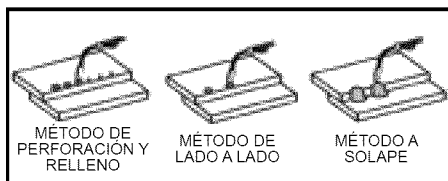

Fig. 16
- **MÉTODO DE LADO A LADO:** suelda juntas dos piezas de metal superpuestas quemando a través de la pieza de arriba y pasando a la pieza de abajo. Con este método, los diámetros de alambre mayores tienden a dar mejores resultados que los diámetros más pequeños. El alambre que tiende a dar mejor resultado con el método de lado a lado es el alambre con núcleo de fundente autoprotegido de 0.035 pulgadas. No utilice alambre con núcleo de fundente autoprotegido de 0.030 pulgadas cuando utilice el método de lado a lado, a menos que el metal sea MUY delgado o sea aceptable una acumulación excesiva de metal de relleno y una penetración mínima. Seleccione siempre el ajuste de calor ALTO con este método, y sincronice la velocidad del alambre antes de realizar una soldadura por puntos. (Fig.16)
- **MÉTODO DE PERFORACIÓN Y RELLENO:** de los tres métodos de soldadura por puntos, es el que produce soldaduras con aspecto más acabado. En este método, se perfora un orificio en el metal de arriba y el arco de dirige por el orificio para que penetre en la pieza de abajo. Se deja que el baño de fusión penetre en el orificio, produciendo una soldadura por puntos uniforme y al ras de la superficie de la pieza superior. Seleccione el diámetro del alambre y el ajuste de calor, y sincronice la velocidad del alambre como si estuviera soldando material del mismo espesor con un cordón continuo. (Fig. 16)
- **MÉTODO A SOLAPE:** dirige el arco de soldadura de modo que penetre las piezas de abajo y de arriba al mismo tiempo, a lo largo de cada lado de la unión de soldadura a solape. Seleccione el diámetro del alambre y el ajuste de calor, y sincronice la velocidad del alambre como si estuviera soldando material del mismo espesor con un cordón continuo. (Fig. 16)